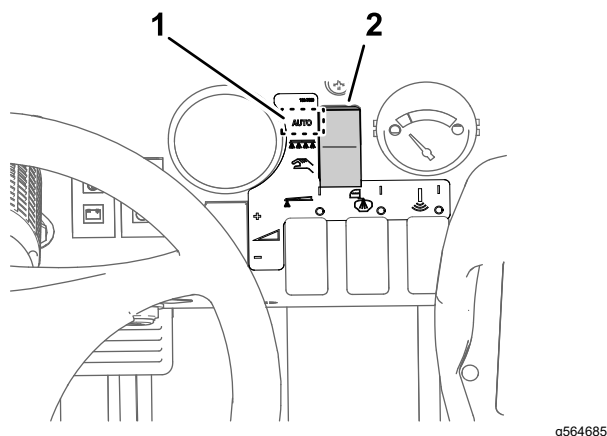

Figura 34
- Mueva el interruptor del modo de fumigación al modo manual (Figura 34).